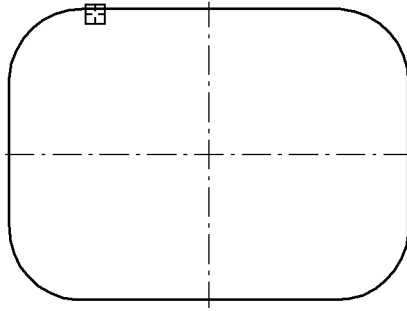

Рис. 15.6. Скругление вершин прямоугольника
1.5. Нажмите кнопку **Увеличить масштаб рамкой** на панели **Стандартная**. Увеличьте построенный прямоугольник во весь экран (рис. 15.6).
2.4. Укажите курсором любую из сторон прямоугольника (рис. 15.6).